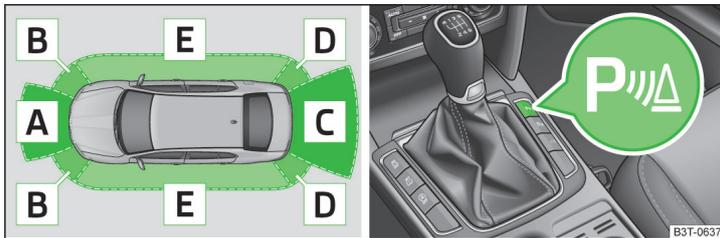

Abb. 147 Reichweite der Sensoren / Systemtaste
- Wenn nach Aktivierung des Systems etwa 3 Sekunden lang ein Warnton ertönt und sich in der Fahrzeugnähe kein Hindernis befindet, dann liegt ein Systemfehler vor. Der Fehler wird zusätzlich durch das Blinken des Symbols  in der Taste » Abb. 147 auf Seite 160 signalisiert. Die Hilfe eines Fachbetriebs in Anspruch nehmen.
Bereich » Abb. 147	Reichweite der Sensoren
Bei Fahrzeugen mit werkseitig eingebauter Anhängervorrichtung sind bei Anhängerbetrieb nur die Bereiche **A** und **B** » Abb. 147 des Systems aktiv.
Das System wird automatisch beim Einlegen des **Rückwärtsgangs** oder durch Drücken der Symboltaste **Pu** » Abb. 147 auf Seite 160 aktiviert. In der Taste leuchtet das Symbol **Pu** auf, die Aktivierung wird durch ein kurzes akustisches Signal bestätigt.